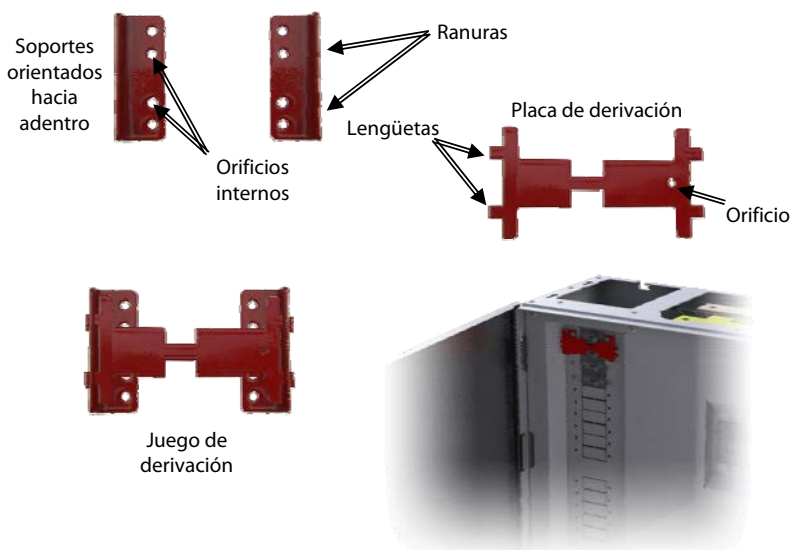

Figura 4 Instalación de la derivación mecánica
2. Coloque los soportes rojos de derivación sobre los orificios para los tornillos en los dos polos del interruptor. Oriente los soportes hacia adentro, tal y como se muestra en la Figura 4. Alinee los orificios internos de los soportes con los de los interruptores.